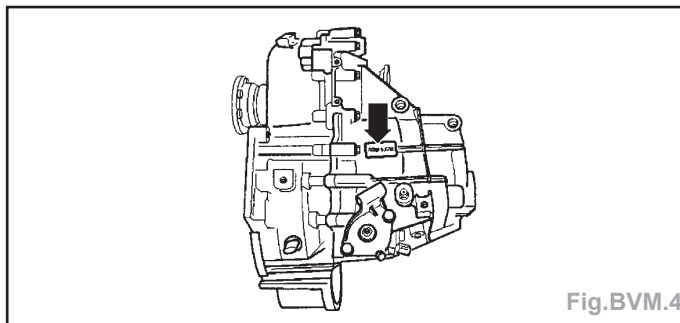

Fig.BVM.4
- Lettres-repères et date de fabrication de la boîte de vitesses (flèche) (Fig.BVM.4).